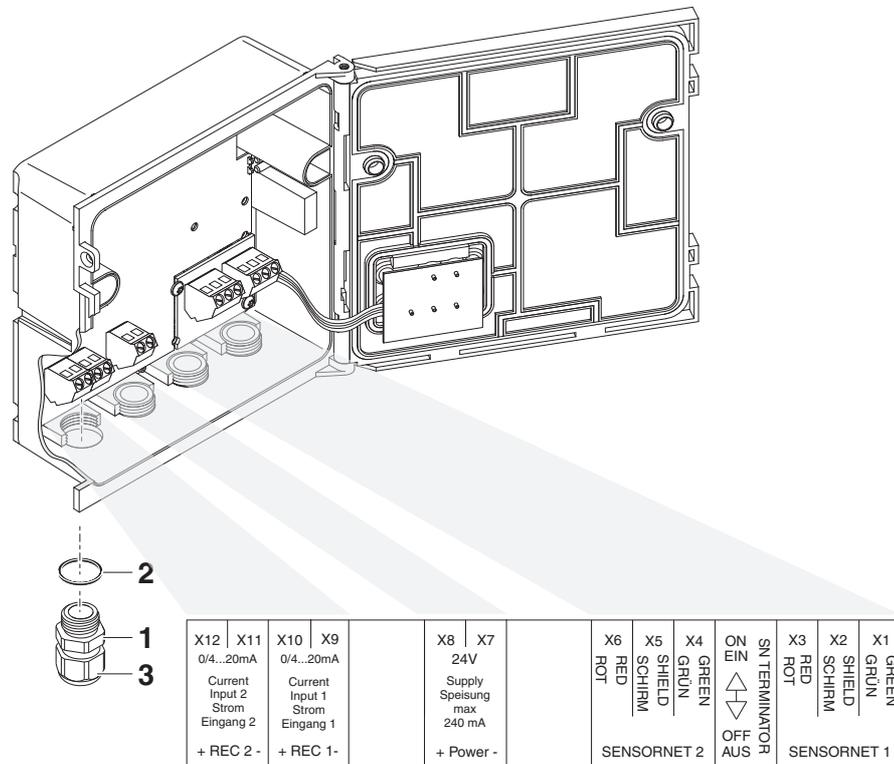

Bild 3-1 Klemmleiste MIQ/IC2
- 3 Die Kabelverschraubung (Pos. 1 in Bild 3-1) mit dem Dichtring (Pos. 2) in das Modulgehäuse einschrauben.
- 4 Die Überwurfmutter (Pos. 3 in Bild 3-1) lockern.
7 | Die Überwurfmutter (Pos. 3 in Bild 3-1) festziehen.